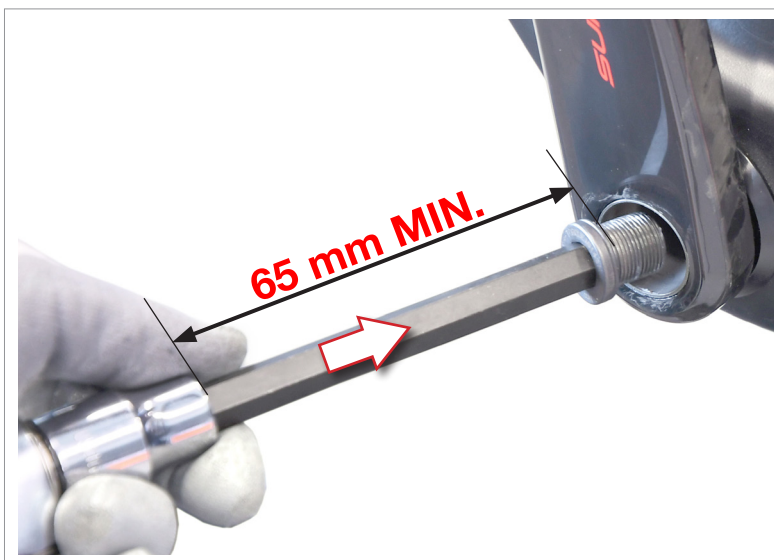

Fig.5
- À l'aide de l'ustensile Campagnolo® UT-BB110 ou d'un embout hexagonal approprié de 10 mm d'une longueur d'au moins 65 mm, insérez la vis de fixation (Fig. 5) dans le demi-axe de la manivelle gauche jusqu'à traverser le trou à l'extrémité interne du demi-axe même et à engager le filet du demi-axe de la manivelle droite.